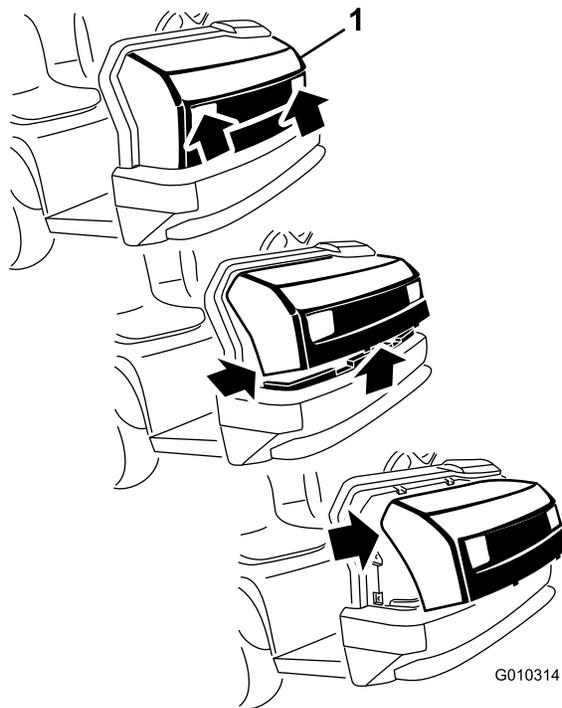

図 28
1. ヘッドライトの開口部でフードをつかみ、フードを持ち上げて、下側の取り付けタブをフレームの穴から外す 図 28。
2. フードの下側を手前に持ち上げて、上部の取り付けタブをフレームの-slotから引き抜けるようにする 図 28。
3. フードの上側を前に倒し、ヘッドライトからワイヤコネクタを抜く 図 28。
2. 上側の取り付けタブをフレームの穴に差し込む 図 28。
3. 下側の取り付けタブをフレームの穴に差し込む 図 28。